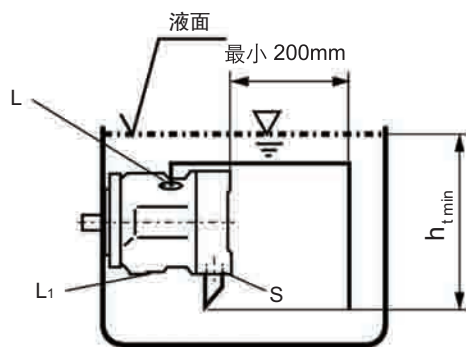

图3
- 当油箱的最低液面在泵顶端之上时，把“L₁”口堵住，“L”口须配管，“S”口也建议配管（参见图 3）。